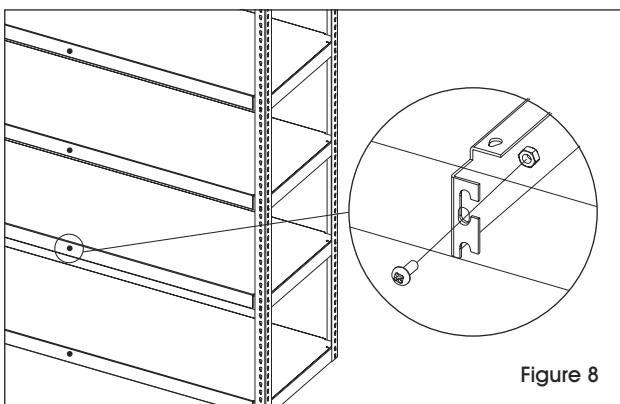

Figure 8
8. Si une stabilité supplémentaire est requise une fois que les tablettes sont en place, fixez-les à l'aide de boulons et d'écrous (G). Serrez fermement. (Voir Figure 8)